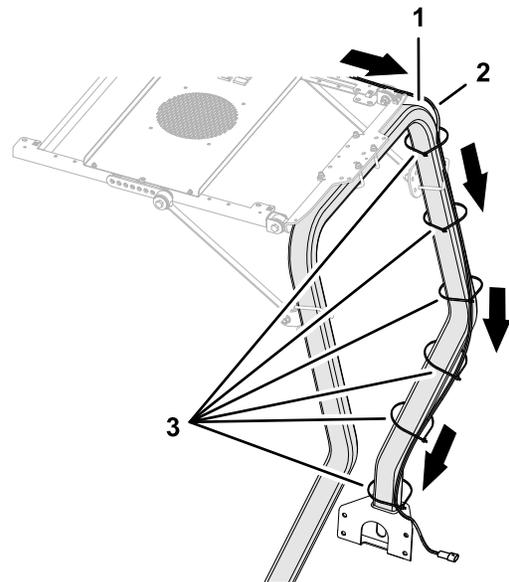

Figura 7
- Instradate il cablaggio preassemblato del kit del pannello interruttori lungo il tubo del roll bar come mostrato nella Figura 7.
- Fissate il cablaggio preassemblato al tubo del roll-bar con fascette per cavi se necessario (Figura 7).